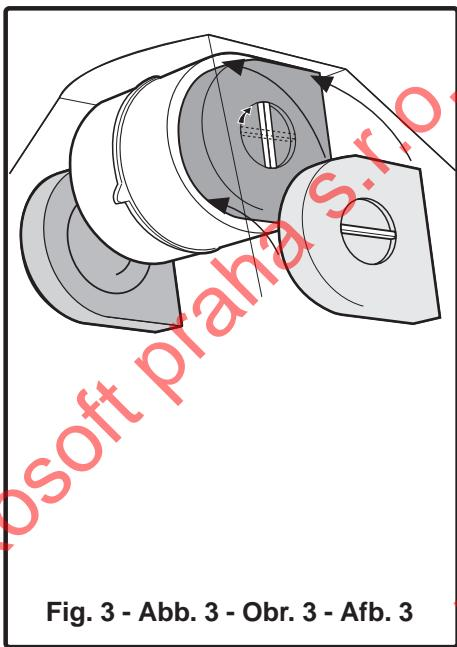

Fig. 3 - Abb. 3 - Obr. 3 - Afb. 3
- Si no hubieran filtros montados, aplicar un filtro por lado para proteger las dos rejillas de protección del ventilador del motor y hacer girar la manilla central de los filtros hacia la derecha (fig.3)